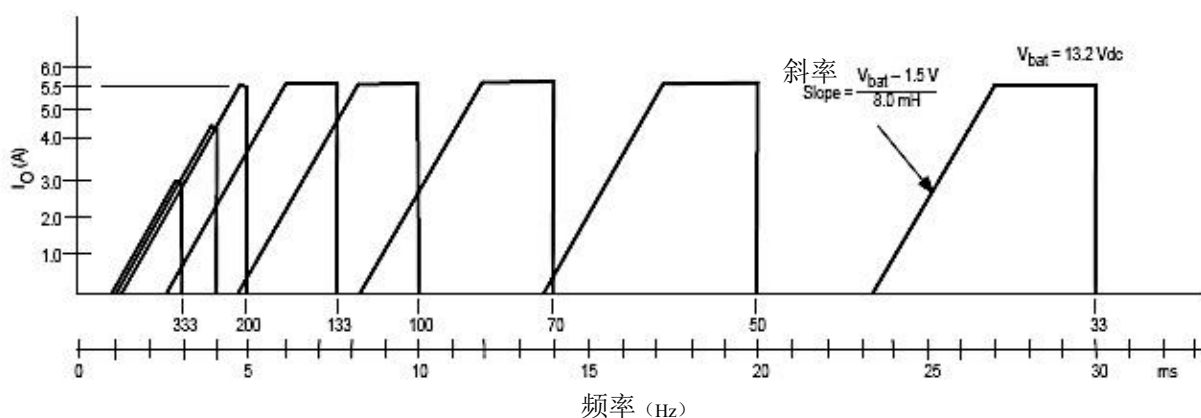

图 2. 点火线圈电流与频率/周期的关系
随着转速降低，点火线圈电流的建立仅限于串联电阻损耗。LD3334 通过检测电阻  $R_S$  和可调电阻  $R_{D1}$  电阻值，建立可调的峰值电流调解器，一般为 5.5A，如图 2 所示。随着转速降得更低，线圈电流短期内保持在 5.5A 是为突然加速提供预留，这时会产生非预想的提前放电。中转速时，峰值保持期大约为 20%；转速非常低时，大约降为 10%。（注：333Hz=5000 转/分，八缸四冲程发动机）。在低电源电压 ( $V_{bat}$ ) 时，“开 (ON)” 期间自动扩展，以适应缓慢的电流建立。低电压和低转速都属于冷启动时的共同状态，“开 (ON)” 期间几乎接近整个周期，以保证尽可能多的线圈电流。